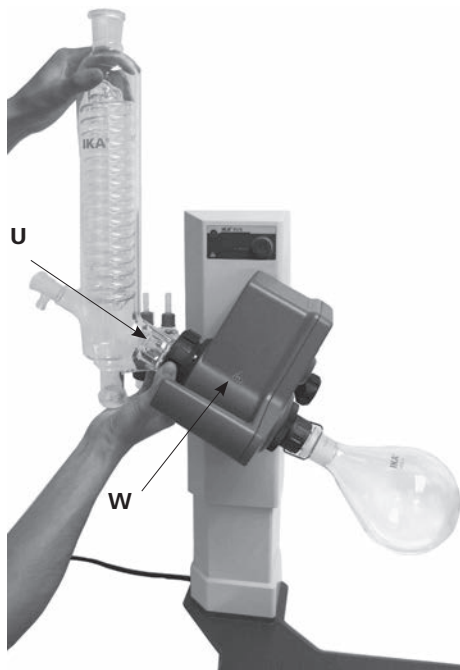

Fig.17
- 냉각콘덴서에 캡 너트를 넣고 냉각콘덴서의 플랜지 (U)에 스프링 링을 붙칩니다.
- 회전 드라이브(W)에 냉각콘덴서를 놓고 손으로 캡 너트를 조입니다. (Fig.17)